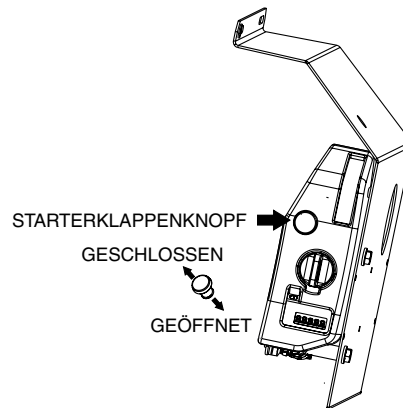

Abbildung 11. Starterklappenknopf
2. Beim Starten eines kalten Motors den Starterklappenknopf (Abbildung 11) in die geschlossene Position herausziehen. Bei warmem Wetter oder bei aufgewärmtem Motor kann das Gerät mit halb oder ganz geöffneter Starterklappe gestartet werden.